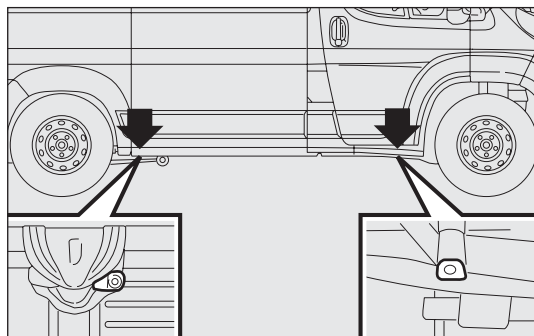
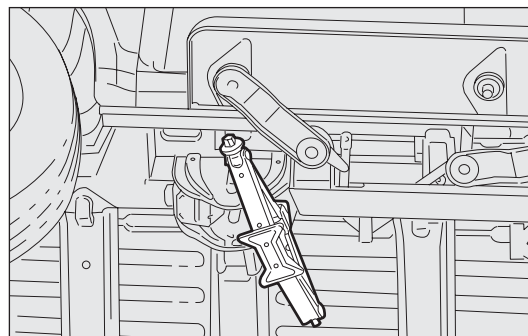

рис. 159
рис. 160
- установите домкрат около ближайшей к заменяемому колесу подъемной опоры в точках, показанных на рис. 159. В моделях с короткой колесной базой и убирающейся подножкой домкрат должен находиться в точке подъема, показанной на рис. 160, повернутый на 45°, чтобы не задевать убирающуюся подножку;